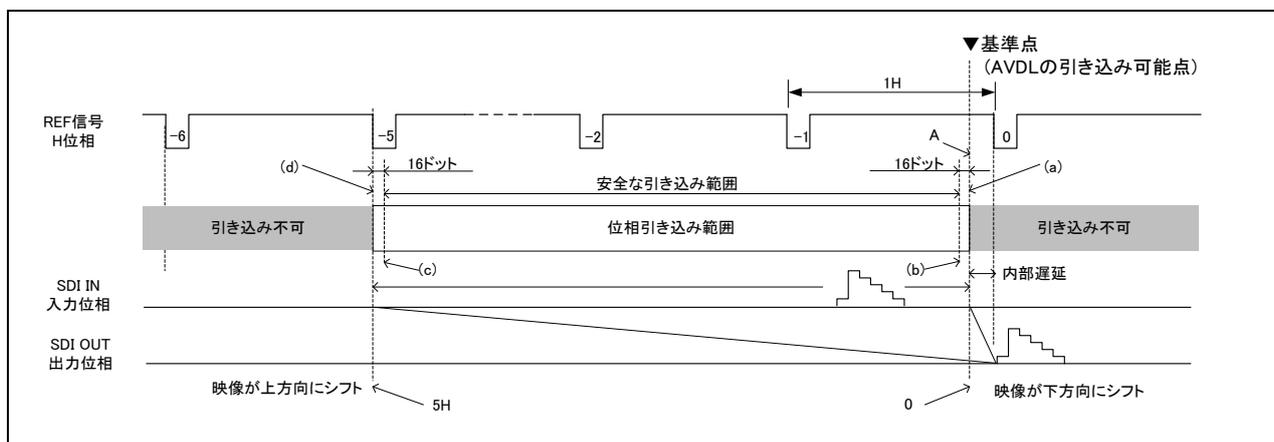

図 6-1 AVDL の引き込み範囲
- (1) 映像入力のリファレンス信号に同期していること
- (2) 映像入力位相が引き込み範囲内であること
- (3) 映像入力位相が引き込み範囲内であっても、図6-1の基準点(0)近傍、引き込み範囲最大(5H)近傍になる設定を避けてください。